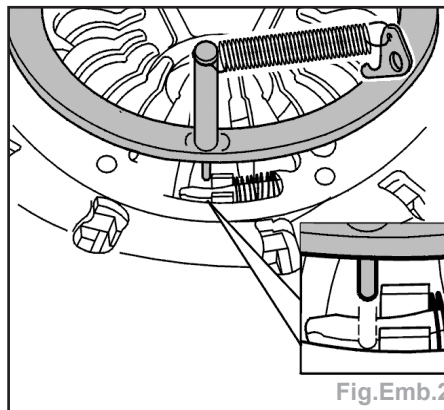

Fig.Emb.2
- Aligner l'outil d'immobilisation pour l'autorégulation de l'embrayage (Fig.Emb.2) :
- Aligner l'outil d'immobilisation pour l'autoréglage de l'embrayage (Fig.Emb.2) :